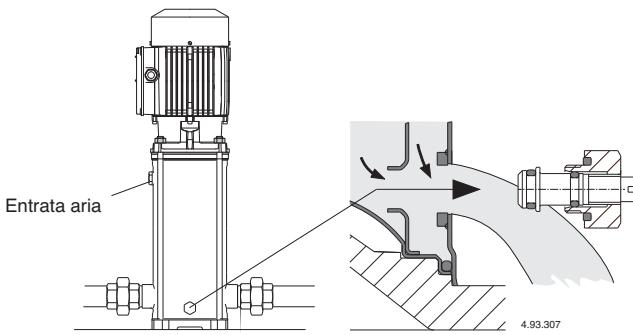

Fig. 4 Scarico
**Quando la pompa rimane inattiva deve essere svuotata completamente se esiste il pericolo di gelo (fig. 4).**
Prima dello smontaggio chiudere le saracinesche in aspirazione e mandata e svuotare il corpo pompa (**fig. 4**).